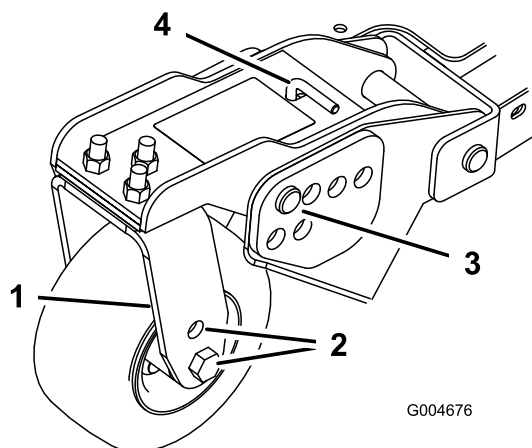
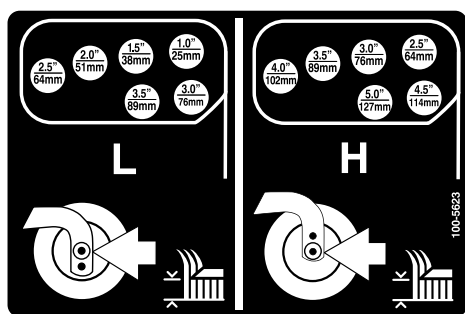

Figura 24
Figura 25
1. Coloque os eixos da roda giratória nos mesmos orifícios em todas as forquilhas da roda giratória (Figura 22 e Figura 24). Consulte o quadro seguinte para determinar quais os orifícios adequados para cada posição.
4. Retire o perno de gancho e o passador dos braços articulados da roda giratória (Figura 24).
5. Rode a barra tensora para levantar ou descer o braço articulado, até os orifícios se encontrarem alinhados com a altura desejada dos orifícios da altura de corte na estrutura da unidade corte (Figura 24 e Figura 25).
O ajuste dos patins é efetuado através da remoção do parafuso flangeado e das porcas, colocando-os na posição pretendida e instalando as fixações (Figura 24).